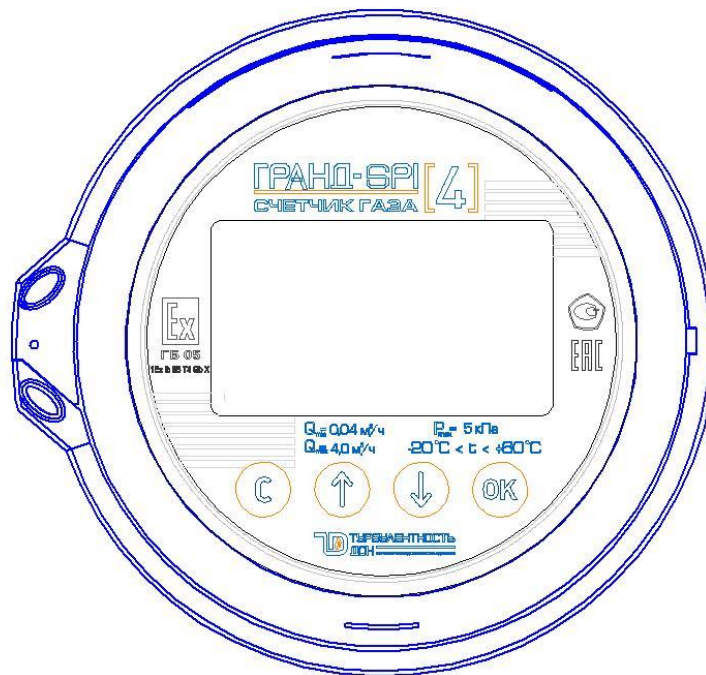

Рисунок 3
2.7.1.2 Просмотр информации производится при помощи ЖКИ счетчика и четырех кнопок (рисунок 3), где стрелки [↑] [↓] – навигация по экранам.